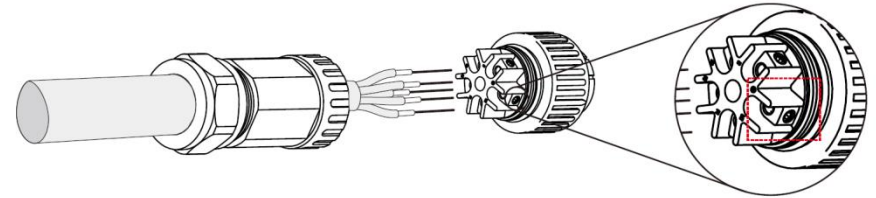

Abbildung 5.22 Angeschlossenes Kabel
A) Isolieren Sie den Kabel-Isoliermantel auf 70 mm ab, sodass der abisolierte Kupferkern-Anschluss 9 mm tief reicht. Führen Sie das Kabel durch Mutter und Hülse des Socketteils, setzen Sie die passenden Klemmen ein und ziehen Sie sie mit einem Schraubenschlüssel an (siehe Abbildung 5.22).
Ziehen Sie das Kabel mit einem 3,0-mm-Schraubenschlüssel fest (besonders im gepunkteten Kästchen, siehe Abbildung 5.22). Die Innensechskantschraube kann leicht herausfallen, schrauben Sie sie nicht vollständig heraus.